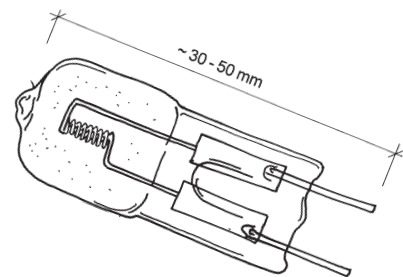

Fig. 232
- 232 *Halogenkapsler* er små, kompakte lyskilder med svært høy temperatur på glasset, se fig. 232. De bør bare benyttes i armaturer med frontglass og speiloptikk. Lampene fins i både klar og matt utførelse, for spenninger på 6, 12 og 24 V, med wattstyrke fra 5 – 100. På grunn av den høye temperaturen og UV-strålingen bør denne lampen bare benyttes i armaturer med frontglass. Dersom armaturen ikke har glass, bør vi velge lamper med UV-stopp. Lampetypen brukes i hjemmet og særlig som lesebelysning og effektbelysning.